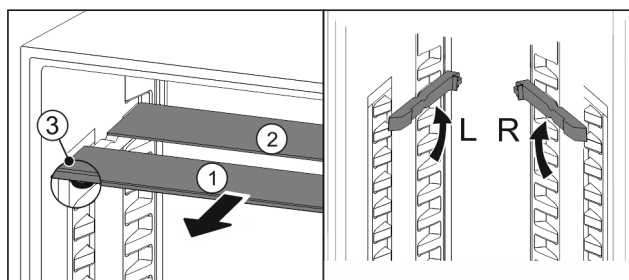

Fig. 110
- Trekk glassplatene enkeltvis fremover og ut Fig. 110 (1).
- ▷ Glassplate Fig. 110 (1) med pyntelist ligger foran.
- ▷ Stoppere Fig. 110 (3) peker nedover.